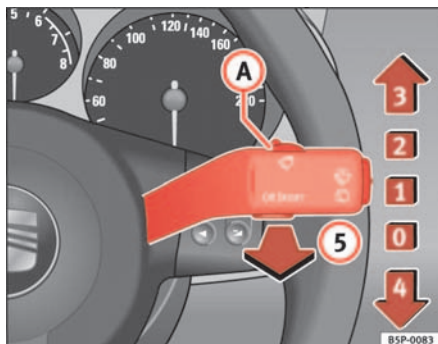

Abb. 85 Scheibenwischer- und Scheibenwischerhebel
Der Scheibenwischerhebel ⇒ Abb. 85 hat folgende Stellungen:
- Wenn bei eingeschalteter Wischerstufe ⇒ Seite 123, Abb. 85  oder  das Fahrzeug anhält, wird automatisch auf die nächste Stufe heruntergeschaltet. Fährt das Fahrzeug wieder an, wird erneut auf die eingestellte Wischerstufe hochgeschaltet.